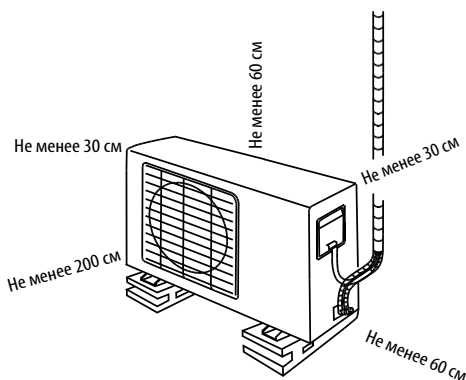

Рис. 10
- Обеспечьте свободное пространство для монтажа и обслуживания кондиционера (см. схему расположения элементов рис. 10)